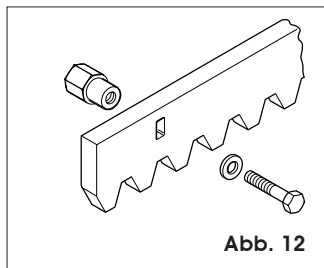

Abb. 12
5.4.1. ZAHNSTANGE AUS STAHL ZUM ANSCHWEISSEN (Abb. 12)